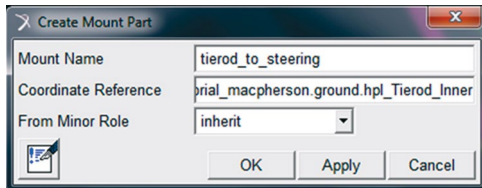

Figura 4.87 – Criação do *Mount* “*tierod_to_steering*”.
- Preencha os campos da janela *Create Mount Part*, conforme ilustrado na Figura 4.87. Note que ele está localizado nas coordenadas do *Hard-point hpl_Tierod_Inner*.